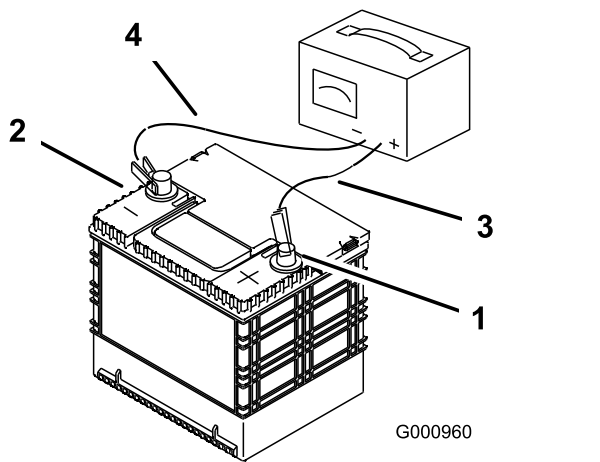

Figura 77
- 2. Cuando la batería esté completamente cargada, desconecte el cargador de la toma de electricidad, luego desconecte los cables del cargador de los bornes de la batería (Figura 77).